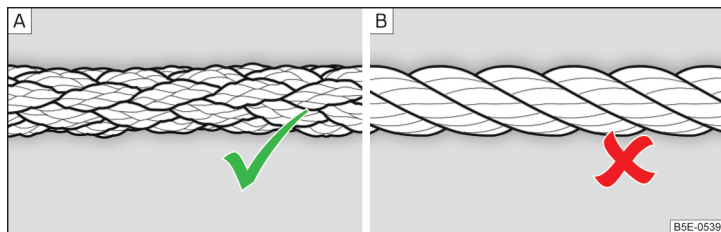

Fig. 348 Cablul de tractare împletit/cablul de tractare înfășurat
Pentru tractarea cu ajutorul unui cablu se va utiliza numai un cablu de tractare din fibre sintetice, împletit » fig. 348 - [A] » [1].
- La tractare nu utilizați cablu de tractare înfășurat » fig. 348 - [B], cârligul de tractare s-ar putea desface la autovehicul - există pericol de accident.